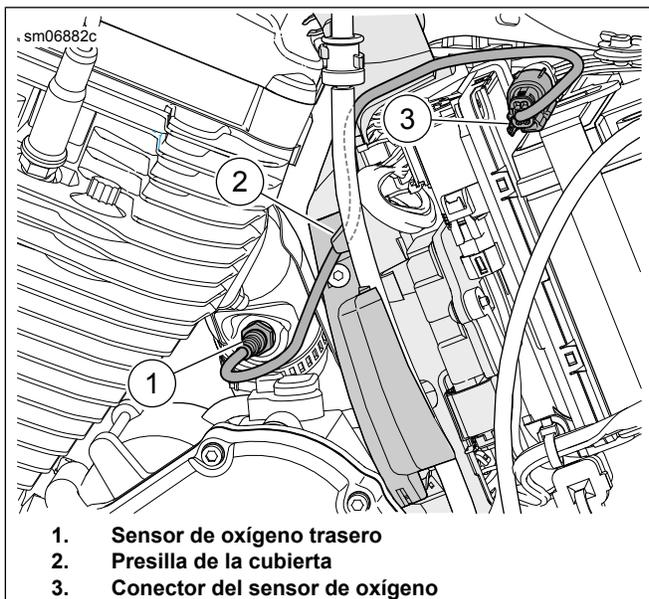

Figura 46. Sensor de oxígeno trasero
Vea Figura 46. Desenchufe el conector del sensor de oxígeno trasero (3) del arnés principal.